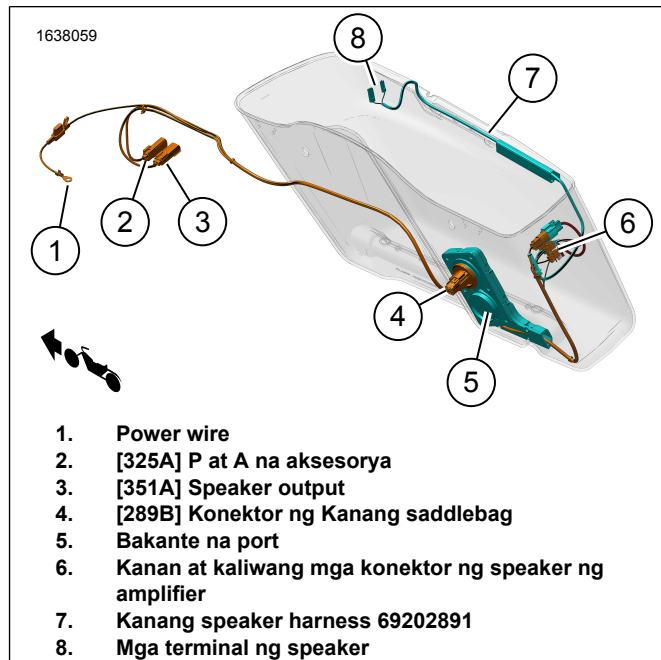

Figure 5. Mga Pagruruta ng Harness ng Kanang Saddlebag
- g. Idaan ang wire harness (5) sa butas ng grommet.
- h. Ikabit ang grommet (3) sa wire harness (5).
- i. I-adjust ang grommet (3) kung kinakailangan at ikabit sa saddlebag.
13. Figure 5 Ikabit ang kanang speaker harness.
- b. Figure 5 Iruta ang wire harness (7) tulad ng ipinapakita.